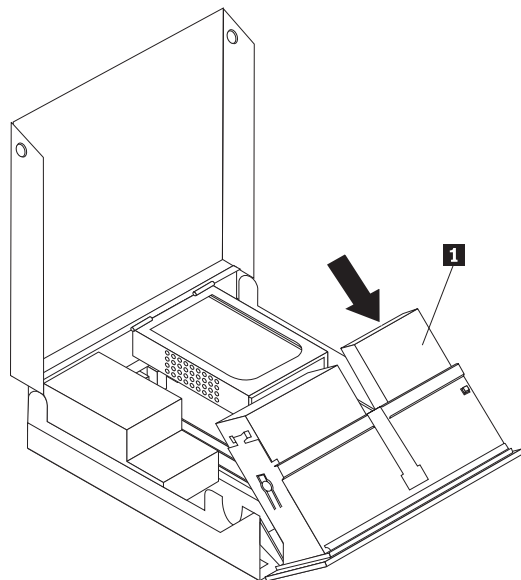

図 14. 新しいドライブの取り付け
8. 新しいドライブ **1** をドライブ・ベイの後部から取り付け、 ディスケット・ドライブ **1** をロック位置までスライドさせます。図 14を参照してください。